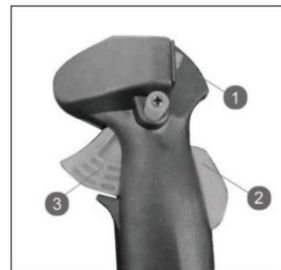

Рис. 11 Выключатель зажигания
5. Выключатель зажигания (Рис. 11 п. 1) установите в положение «ON» (ВКЛЮЧЕНО).
6. Обхватите рукоятку управления рукой, нажмите фиксатор курка газа (Рис. 11 п. 2), а курок газа (Рис. 11 п. 3) нажмите таким образом, чтобы он был в наполовину нажатом состоянии.